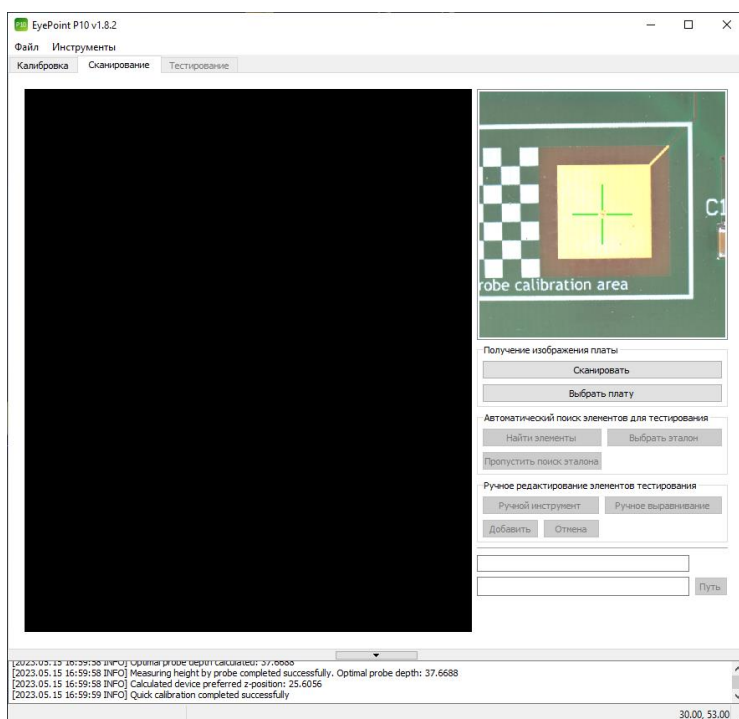

Рисунок 16. Внешний вид вкладки «Сканирование» ПО EyePoint P10b.
1. Перейдите во вкладку «Сканирование» главного окна программы (Рисунок 16). Данная вкладка станет доступна после выбора области (пункт 12.1).